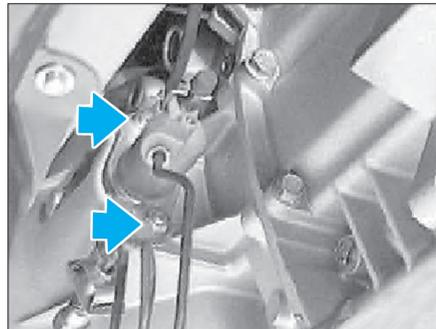

Fig. 11
- Déposer les écrous (flèches) et déposer le cylindre récepteur d'embrayage (Fig.11).